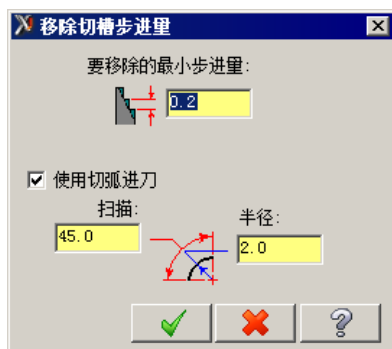

图 8.4.13 “移除切槽步进量”对话框
- ☒ **参数(P)** 按钮：用于设置平滑加工侧壁的相关参数。当选中 **平滑** 单选项时激活该按钮。单击此按钮，系统弹出图 8.4.13 所示的“移除切槽步进量”对话框，用户可以在该对话框中的参数进行设置。